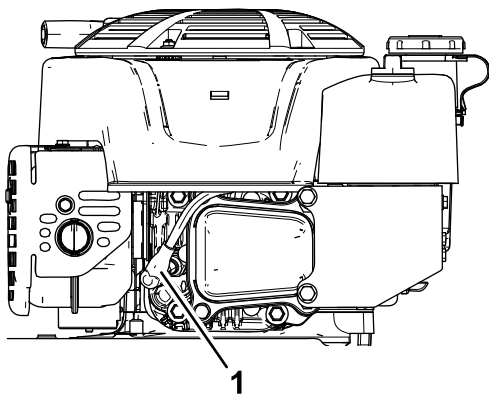

Figura 28
2. Scollegate il cappellotto dalla candela (Figura 28).